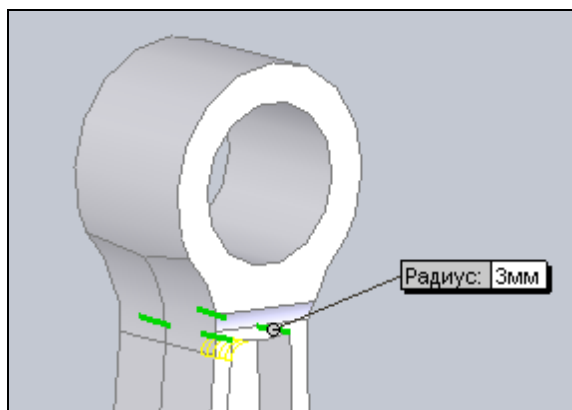
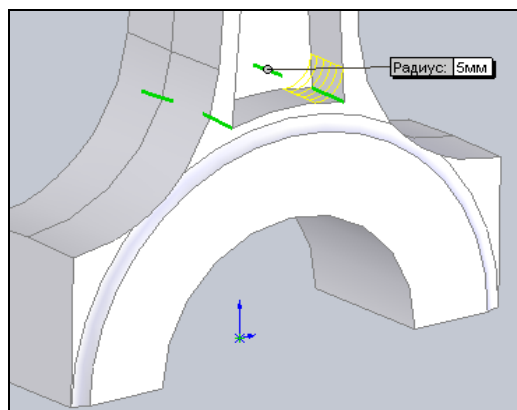
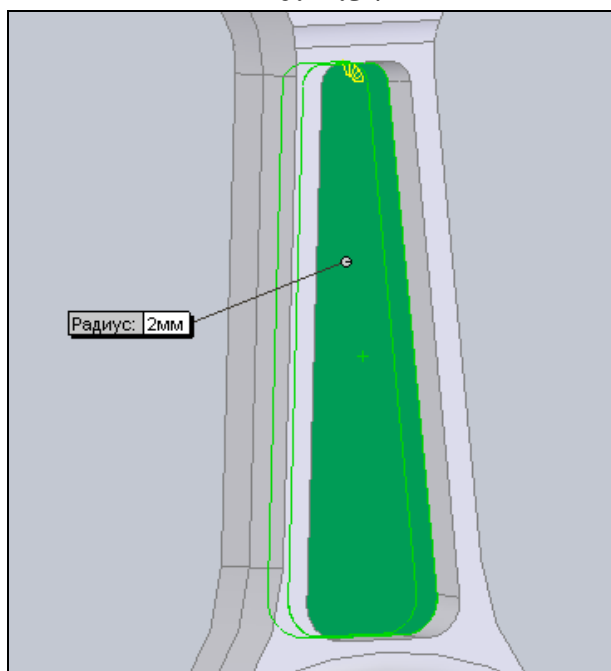
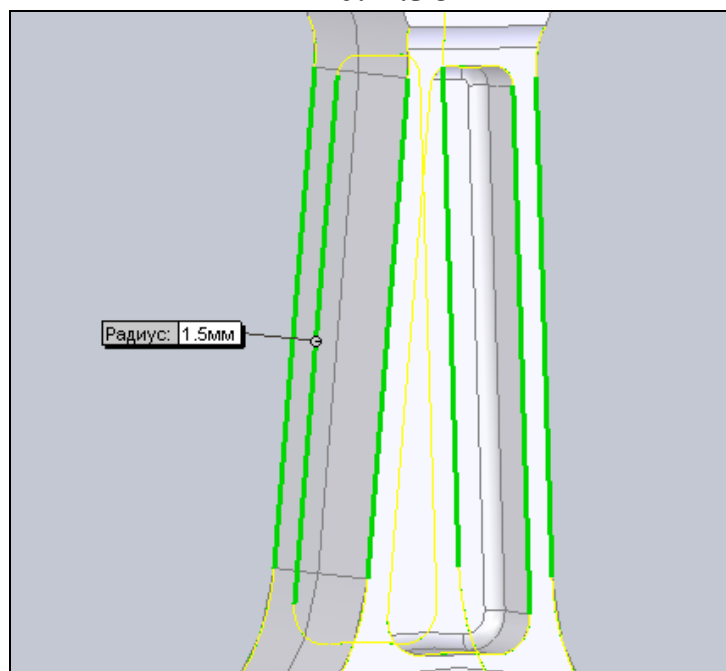

Рис. 2.37
Рис. 2.38
Рис. 2.39
Рис. 2.40
10. На данном этапе построений стержень шатуна имеет острые кромки, но так как стержень шатуна испытывает переменные нагрузки, то для повышения усталостной прочности требуется скругление этих кромок. Поэтому проведем скругление ряда кромок. Для этого вызовите команду  — **Скругление** из панели инструментов **Элементы** или из главного меню **Вставка | Элементы | Скругление**. Откроется диалоговое окно **Скругление**, в котором укажите кромки, которые требуется скруглить, задайте радиус скругления и нажмите кнопку **ОК** . Таким образом, сделайте скругления кромок, показанных на рис. 2.37 радиусом 3 мм, на рис. 2.38 – 5 мм, кромок, принадлежащих граням на рис. 2.39 – 2 мм, на рис. 2.40 – 1,5 мм.